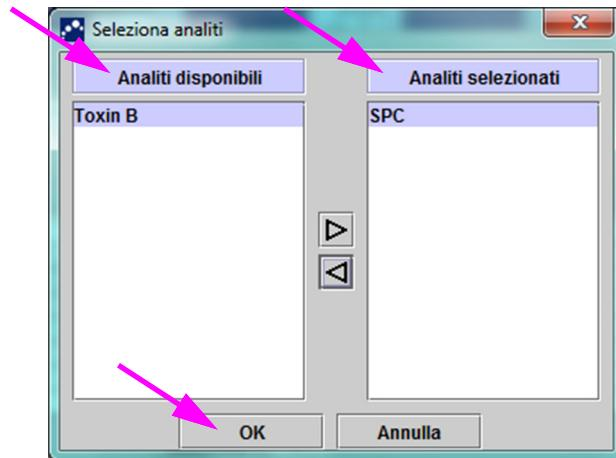

Figura 6-3. Finestra di dialogo Selezione analiti
- Pulsante **Selezione analiti**: selezionare gli analiti. Premere il pulsante **Selezione analiti** per visualizzare gli analiti applicabili a questo saggio. Viene visualizzata la finestra di dialogo **Selezione analiti** (vedere la Figura 6-3).